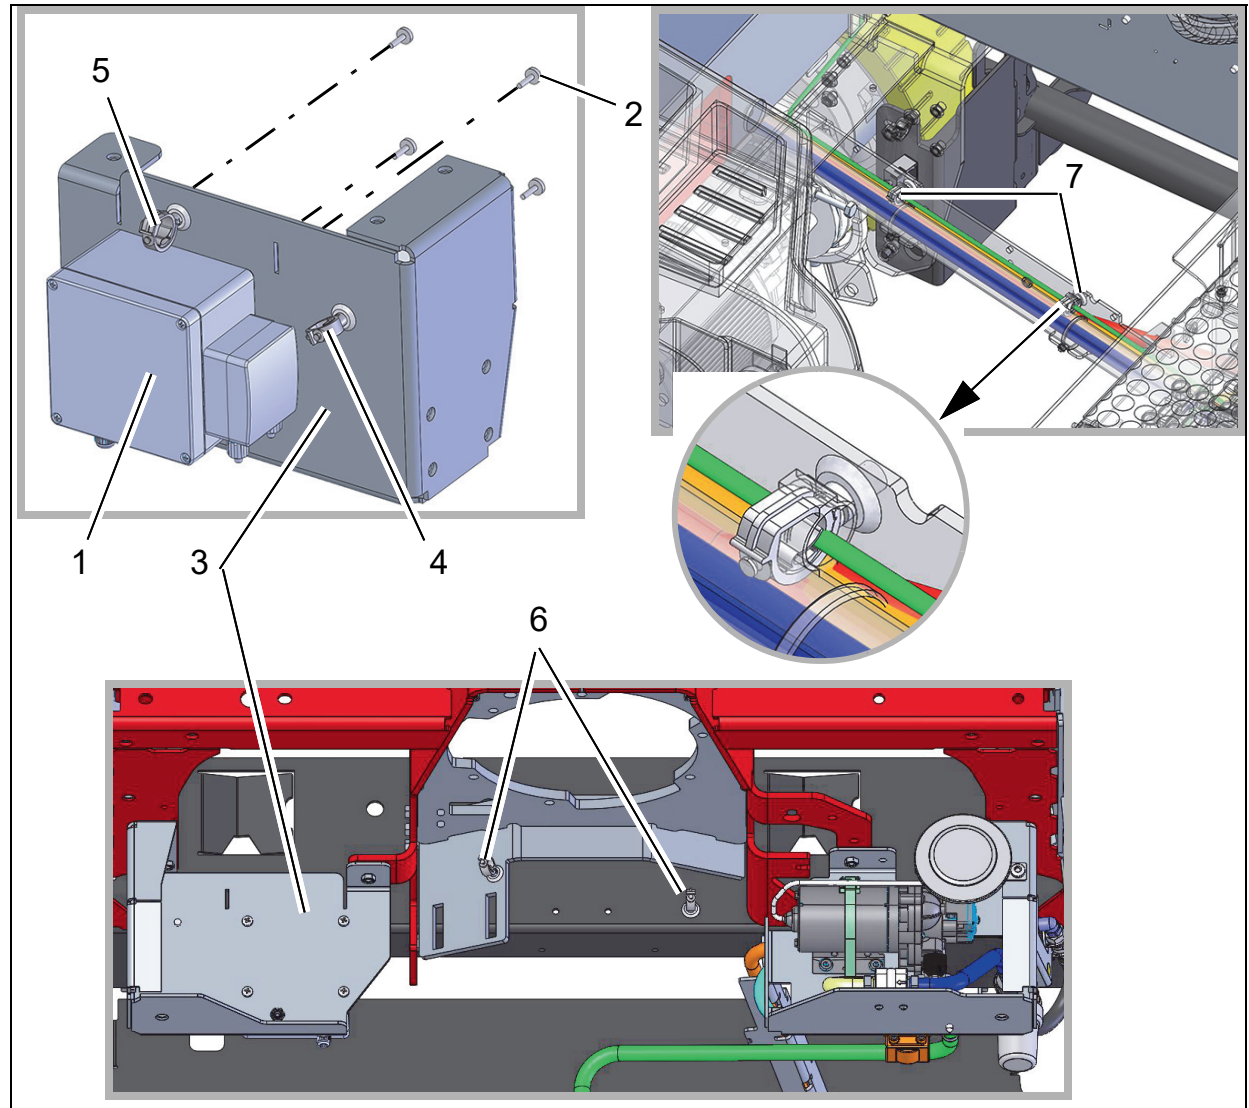

Abb. 3
Dosierpumpe (Abb. 3/1) mit den vier Linsenkopfschrauben M6x16 (Abb. 3/2) am rechten Wasserblech (Abb. 3/3) montieren.
1. Kabelbündelhalter Ø 13 mit Montagefuß (Abb. 3/4) und Kabelbündelhalter Ø 20 mit Montagefuß (Abb. 3/5) am Wasserblech montieren.
2. Zwei Kabelbündelhalter Ø 13 mit Montagefüßen vorn am Fahrgestell (Abb. 3/6) montieren.
3. Zwei Kabelbündelhalter Ø 13 mit Montagefüßen an der Kabelbrücke (Abb. 3/7) montieren.